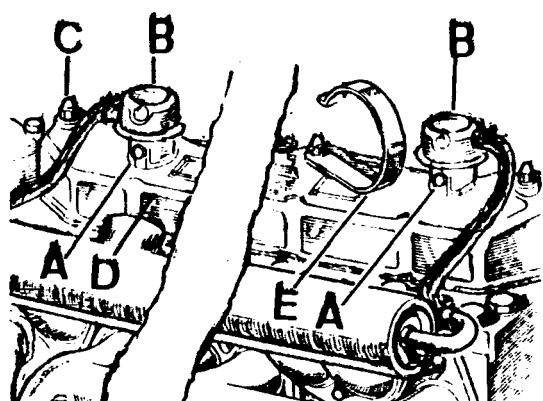

Fig. A3-43 Desmontaje de la tapa de balancines
- 1.3. Desmontar los tornillos, A (Fig. A3-43) que fijan los dos filtros de ventilación del motor, B, y apartar dichos filtros.
3.1. Aplicar una capa de grasa en ambos lados de la junta de la tapa de balancines; situarla sobre la culata y montar la tapa, D (Fig. A3-43). Centrar la junta y fijar dicha tapa con sus tuercas, C, y arandelas de aluminio para evitar rezumes de aceite. Continuar el montaje invirtiendo del punto 1.4 al 1.1.